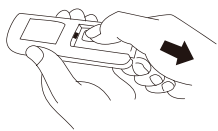

Figure 1
- b) Ouvrez le couvercle du fusible. Faites glisser le couvercle d'accès au fusible sur le dessus de la fiche de branchement et vers les broches pour l'ouvrir. (Fig. 1)